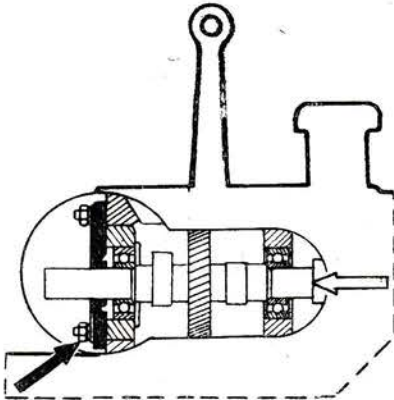

Рис. 19
21. Отвернуть ключом 11 мм три гайки крепления фланца кулачкового валика (рис. 19), со стороны регулятора толкнуть ручкой молотка кулачковый валик и вынуть его.